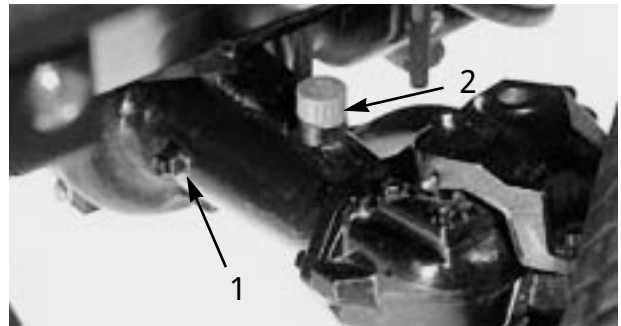

図 11
- 2 . アクスルの一方の端部から点検用プラグ (図 11) を抜き、穴の高さまで潤滑油があることを確認する。量が不足の場合は、給油プラグ (図 11) をはずして補給する。